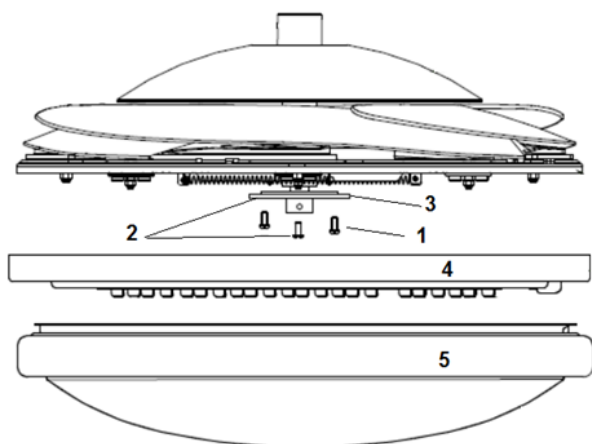

Fig. 6
- Maak de schroef los (1) in de onderste klem (3). Lijn de schroeven uit (2) met de gaten van de lamphouder (4). **Fig.6**
- Installeer nu de lamp op de lamphouder door deze met de klok mee te draaien (5 – Fig. 6).